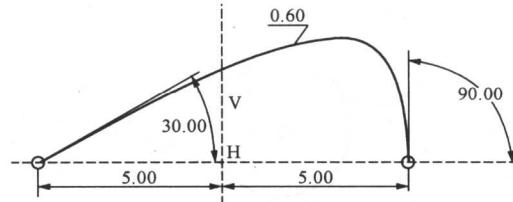

图 1-29 绘制圆锥圆弧
(1) 单击 按钮，然后在绘图区中某位置单击两点，确定圆锥圆弧的两个端点。
(2) 此时移动鼠标，圆锥圆弧将呈橡皮筋状变化，单击确定圆锥圆弧的尖点位置即完成绘制，如图 1-29 所示。